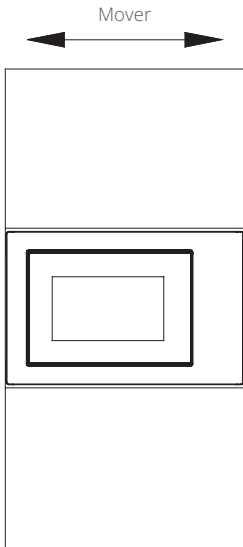

Fig.3
c) Introduzca el producto en el mueble de cocina según la dirección de la flecha de la figura, y manténgalo centrado. (Fig.3)